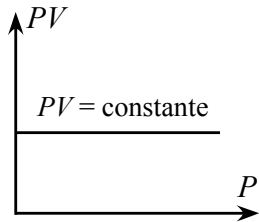
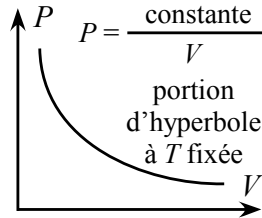

Figure 1
Figure 2
7. Dans le diagramme d'Amagat, les isothermes du gaz parfait sont représentées par des droites horizontales (figure 1) ; dans le diagramme de Clapeyron, les isothermes du gaz parfait sont représentées par des portions d'hyperboles (figure 2) :